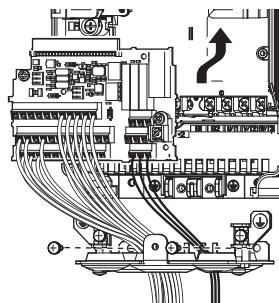

图 79 变频器的更换 (端子排的安装)
- 完成主回路的接线后，请按照图 79 将拆装式端子排切实插入插口，并用固定螺丝固定。